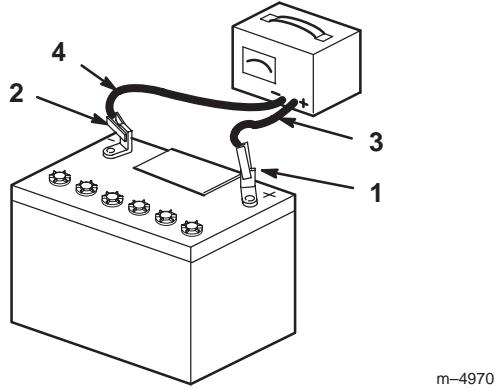

Figure 58
- Quand la batterie est chargée au maximum, débranchez le chargeur de la prise, puis débranchez les fils du chargeur des bornes de la batterie (Fig. 58).